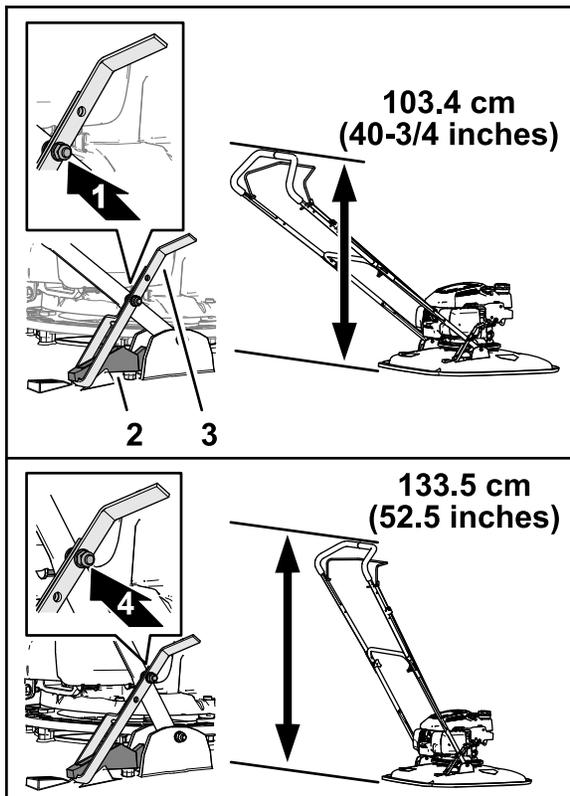

図 3
1. フットストップが上ストップブラケットに固定されているときのハンドルバーの高さを決定する 図 3。